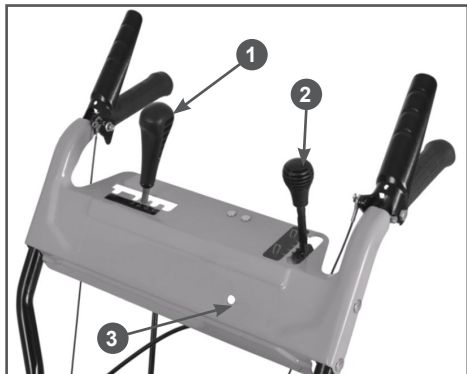

Рис. 10 Установка ручек рычагов ST661
- 7. Накрутите ручки на рычаг переключения передач и рычаг управления дефлектором и затяните контргайки (только для ST661) (Рис. 10).
10. Установите вал управления поворотом желоба (только для ST661). Вставьте круглый конец вала управления поворотом желоба в отверстие 3 на панели (Рис. 10). Второй конец вала соедините с валом 1 механизма поворота желоба с помощью двух болтов 2 (Рис. 16).